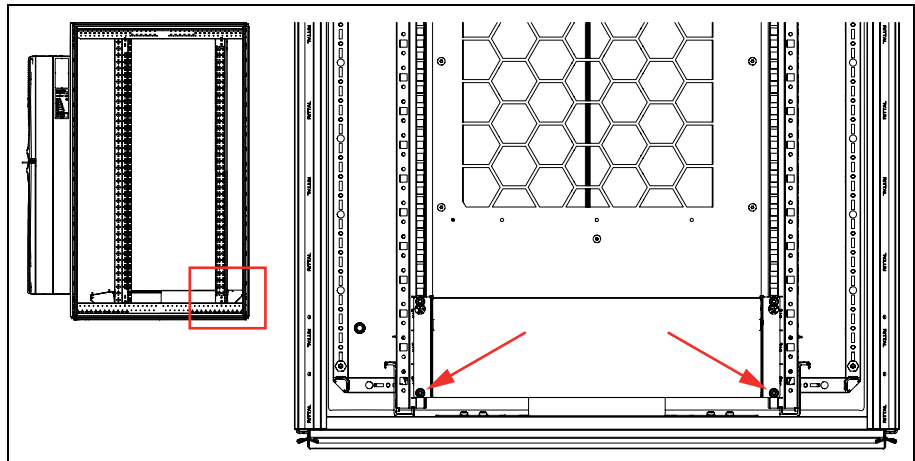
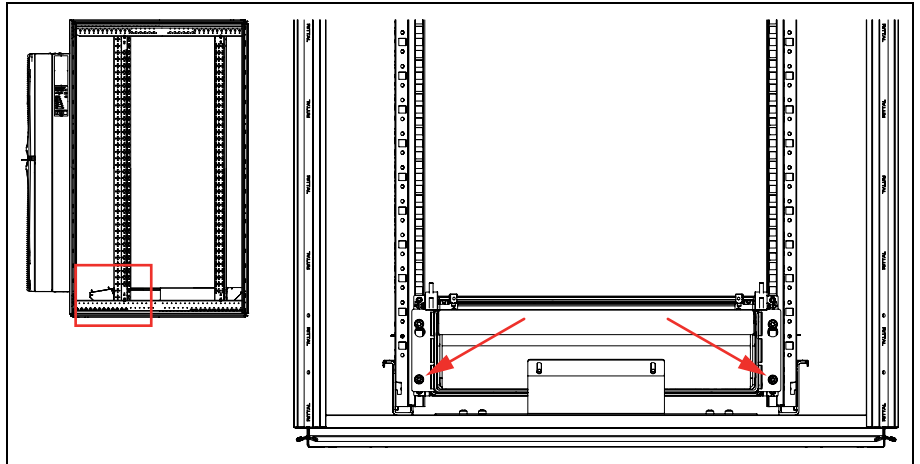

Abb. 14: Fixierung Luftkanal vorne
Abb. 15: Fixierung Luftkanal hinten
- Verbinden Sie den Luftkanal mit vier weiteren Schrauben (Flachkopfschraube I14583/5X16/TX25) und jeweils einer Kunststoffscheibe (Scheibe NZ/5,5) vollständig mit den 19"-Vertikalschienen (Abb. 14 und Abb. 15). Alle Schrauben müssen mit einem Anzugsmoment von 3 Nm angezogen werden.